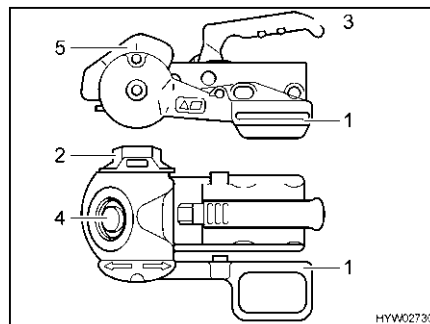

Fig. 2 Gancio di sicurezza AKS 1300
- Portare la leva di stabilizzazione (Fig. 2,1) nella posizione più alta.
- Ruotare la manovella (Fig. 2,2) in senso antiorario fino all'arresto in posizione aperta.
- Tirare la maniglia del gancio (Fig. 2,3) verso l'alto.
- Eseguire un controllo a vista: Il cilindro verde dell'indicazione di sicurezza (Fig. 2,4) deve essere ben visibile.
- Premere in basso la leva di stabilizzazione finché il contrassegno della leva di stabilizzazione e quello del relativo alloggiamento (Fig. 2,5) non coincidono.